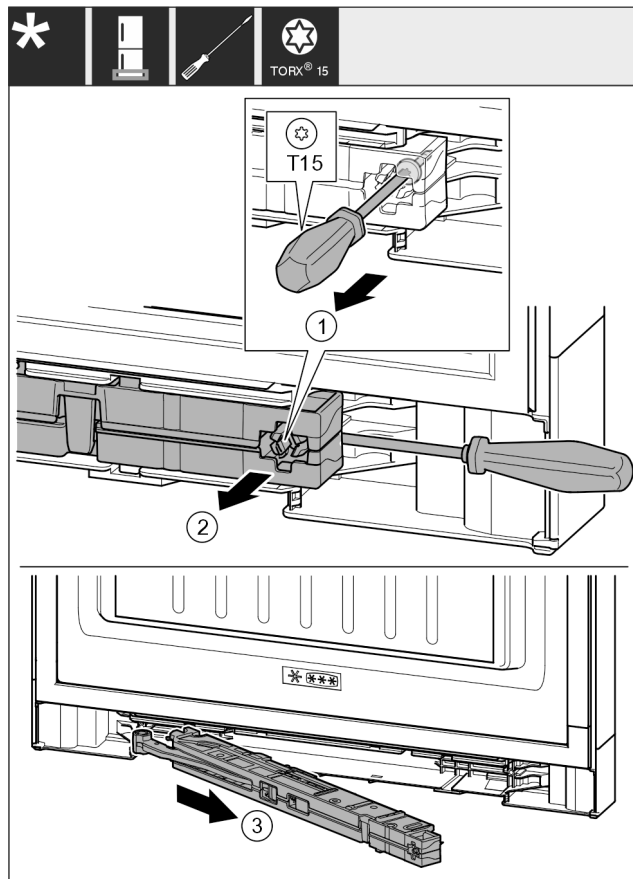

Fig. 21
- ▶ Ослабьте винт Fig. 21 (1) на узле амортизатора закрытия двери с помощью отвертки на 14 мм.
- ▶ При помощи отвертки отведите узел амортизатора закрытия двери Fig. 21 (2) со стороны ручки вперед.
- ▶ Извлеките узел амортизатора закрытия двери Fig. 21 (3).